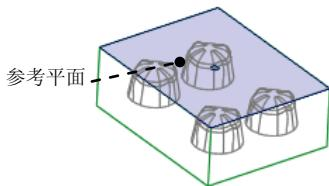
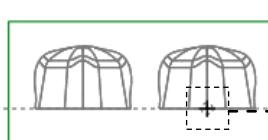

图 28.19 定义草绘平面
图 28.20 截面草图
Step2. 创建拉伸特征。右击，从快捷菜单中选择 **定义内部草绘...** 命令。草绘平面为 ADTM4，草绘平面的参考平面为图 28.19 所示的坯料表面，草绘平面的参考方位为 **上**。单击 **草绘** 按钮，至此系统进入截面草绘环境；绘制图 28.20 所示的截面草图。完成特征截面后，单击“草绘”操控板中的“确定”按钮 ；在操控板中单击 **选项** 按钮，在系统弹出的界面中选取双侧的深度选项均为 **到选定项**，然后选取图 28.21 所示的参考零件的表面为左、右拉伸特征的终止面；单击操控板中的 按钮，完成特征的创建。